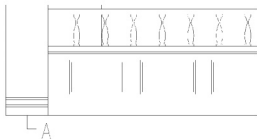

图 5.46 将柱最下部的直线向上偏移
(3) 启动【偏移】命令, 将柱最下部的直线分别向上偏移 80 mm、20 mm、50 mm、20 mm, 结果如图 5.46 所示。
(4) 在无命令的状态下单击图 5.46 所示的 A 线, 出现 3 个蓝色夹点, 然后单击左侧的夹点使其变红, 该夹点变成热夹点, 查看命令行。